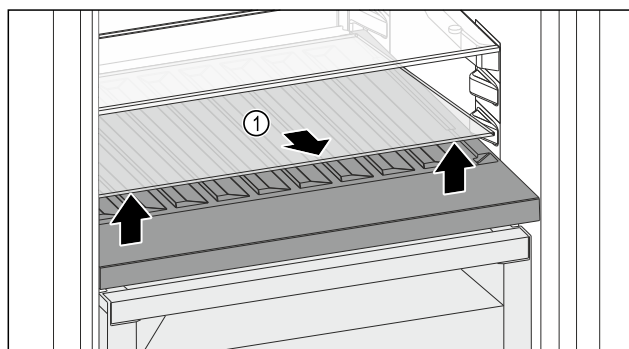

Fig. 212
- Ngrini lart përpara pllakën e xhamit Fig. 212 (1) te foleja dhe tërhiqeni jashtë.
- Ruani të sigurt pllakën e xhamit Fig. 212 (1) jashtë pajisjes.
- Vendoseni pllakën e xhamit (2) nën raftin mbajtës të ndryshueshëm të shisheve.